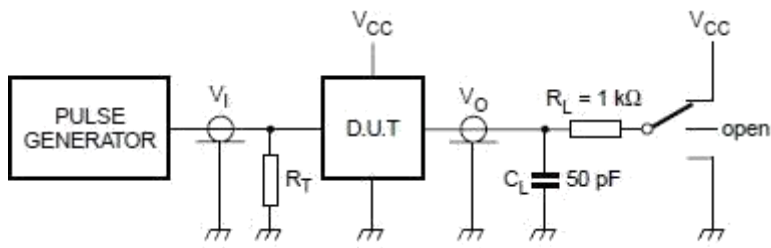

图6.测试开关速度的负载电路
**交换参数 1** ( $T_{amb}=25^{\circ}\text{C}$ ,  $\text{GND}=0, t_r=t_f=6.0\text{ns}, C_L=50\text{pF}$ , 见图6)
**交流参数 2** ( $T_{amb}=-40 \sim +85^{\circ}\text{C}$ ,  $\text{GND}=0$ ,  $t_r=t_f=6.0\text{ns}$ ,  $\text{CL}=50\text{pF}$ , 见图 6)
**交流参数 3** ( $T_{amb}=-40 \sim +125^{\circ}\text{C}$ ,  $\text{GND}=0$ ,  $t_r=t_f=6.0\text{ns}$ ,  $\text{C}_L=50\text{pF}$ , 见图 6)